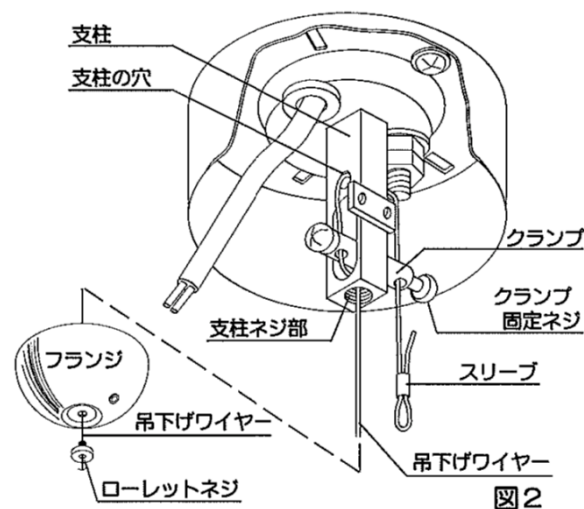

図2
3. 吊下げワイヤーをローレットネジ→フランジ→支柱ネジ部→クランプ→支柱の穴→再びクランプの順に通してお好みの長さに調節しクランプ固定ネジを締め込んでください。更に付属のスリーブを使い、ワイヤーの抜け防止としてワイヤーを圧着（カシメ）してください。（図2）